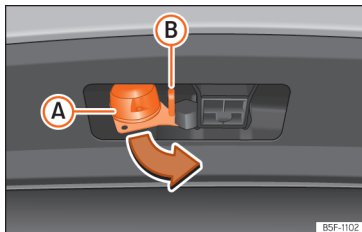

Abb. 259 13-polige Steckverbindung drehen
- Halten Sie die Steckverbindung im Bereich (A) und ziehen Sie sie in Pfeilrichtung heraus »» **Abb. 259**.
- Öffnen Sie die Abdeckung der Steckverbindung (A) und verbinden Sie den Anhänger »» **Abb. 259**.
- Hängen Sie das Halteseil des Anhängers in die Sicherheitsöse »» **Abb. 259 (B)** ein. Beim Einhängen muss das Halteseil in allen Anhängergepositionen zum Fahrzeug **durchhängen** (scharfe Kurven, Rückwärtsfahrt usw.).